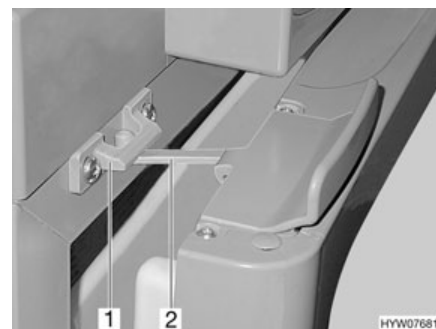

Fig. 226 Porte du réfrigérateur en position de ventilation (Thetford)
- Ouvrir le verrouillage (Fig. 226,2) et l'enclencher dans le logement de verrouillage (Fig. 226,1). La porte du réfrigérateur reste ainsi légèrement ouverte.